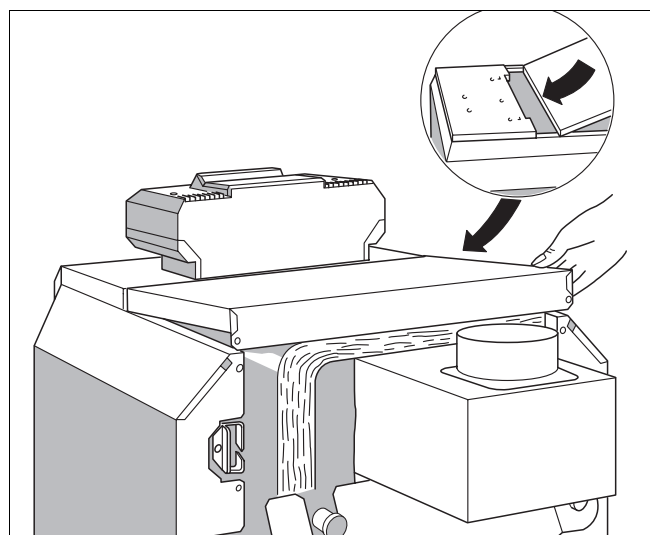

Abb. 27 Hintere Kesselhaube montieren
- Hintere Kesselhaube mit den Laschen unter die vordere Kesselhaube schieben und hinten nach unten drücken (Abb. 27).